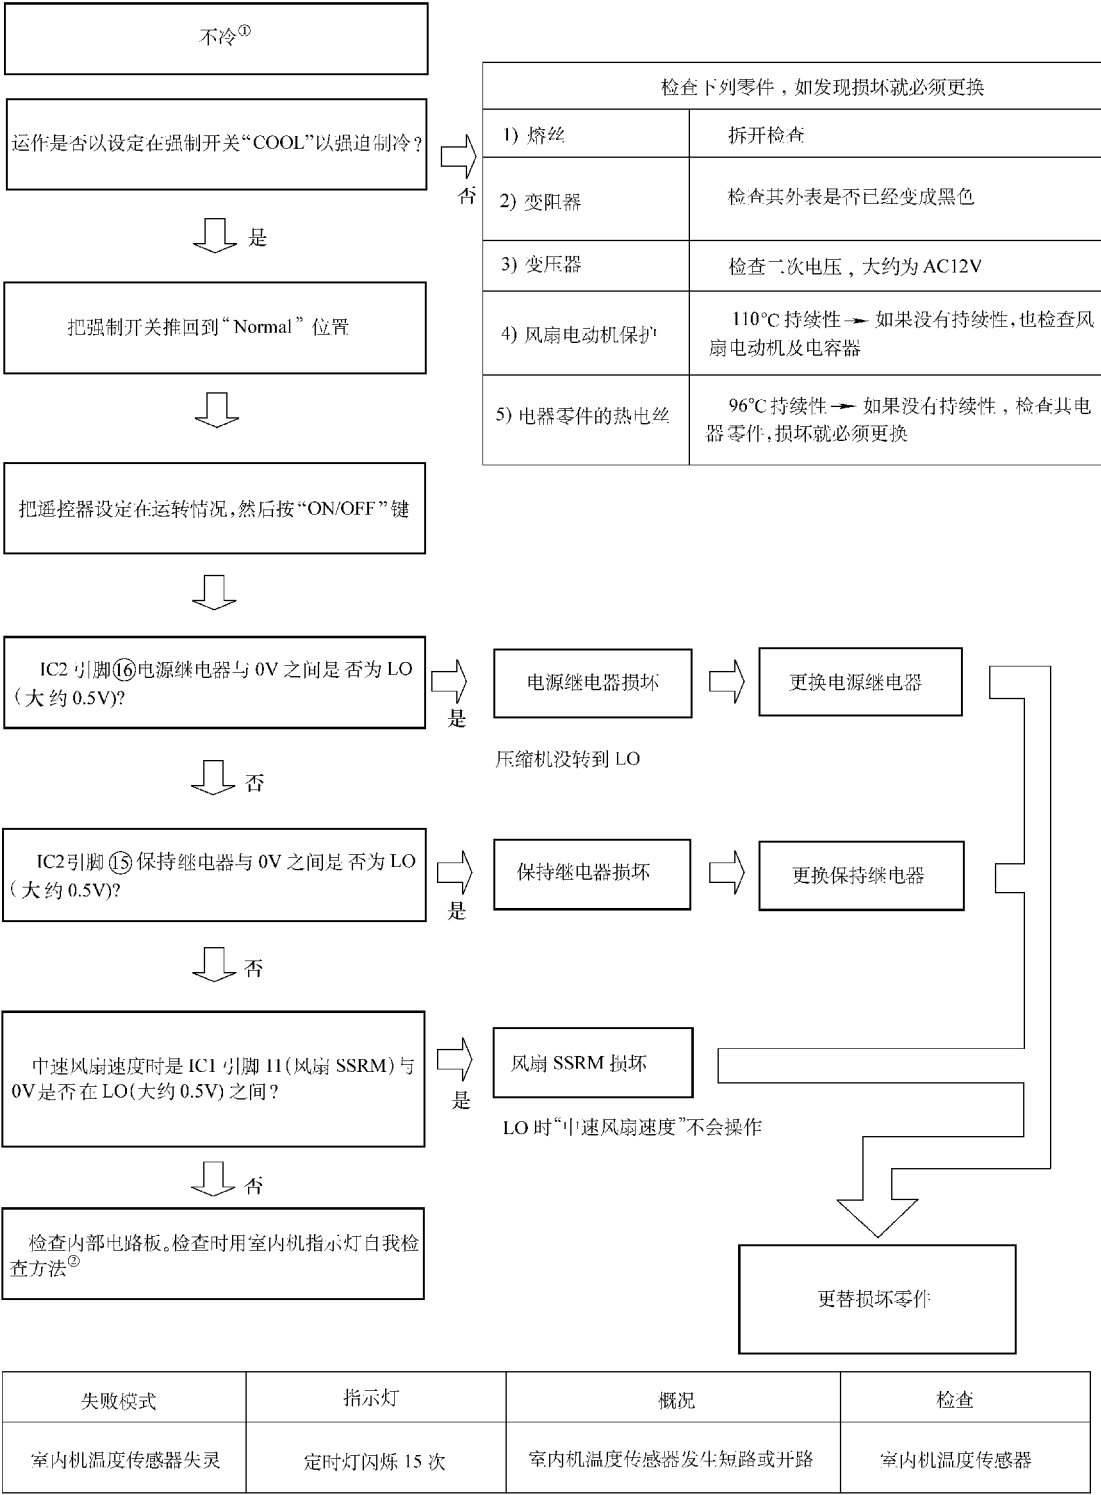

图 16-2 寻找故障根源方法
① 采用维修键之前, 把电源线拔掉后再插进去。勿用遥控器来操作。
② 在使用强制开关运行前, 请等待 3min。
16.1.3 寻找故障根源方法 (见图 16-2)